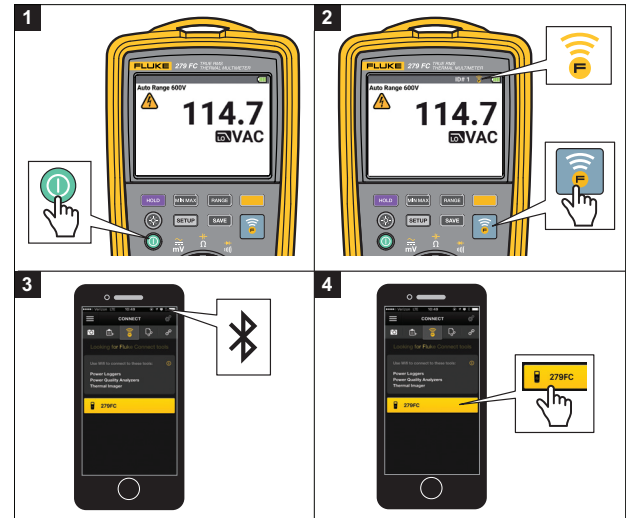

Abbildung 1. Fluke Connect™
1. Das Multimeter einschalten. Siehe Abbildung 1.